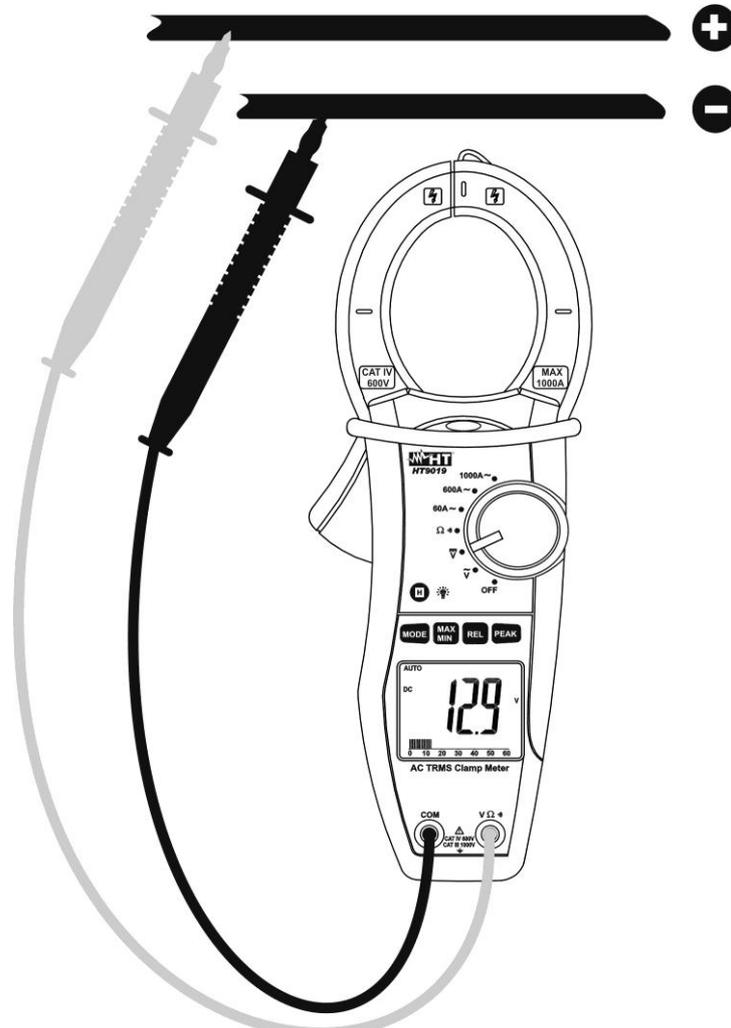

Fig. 4: Uso da pinça na medição de Tensões CC
2. Inserir o cabo vermelho no terminal de entrada $V\Omega$ e o cabo preto no terminal de entrada **COM** (Fig. 4).